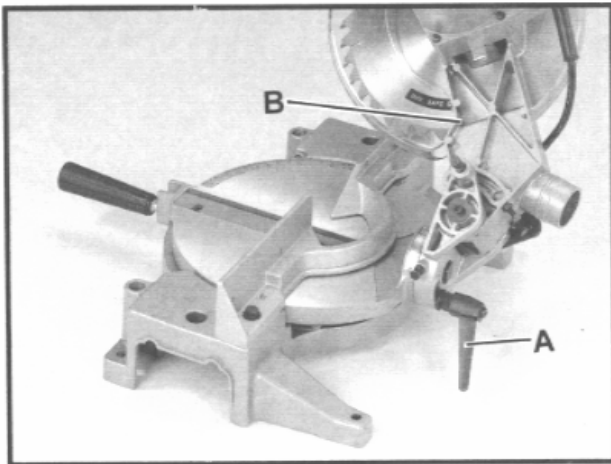

Fig. 16
Mit der PROMAG Gehrungssäge können Kappschnitte zwischen 90° und 45° vorgenommen werden. Die Feststellschraube (A) Fig. 16 lösen und den Sägekopf in die gewünschte Neigung schwenken.